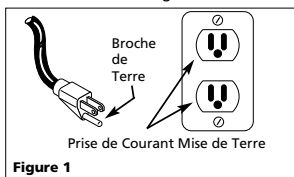

Figure 1
- Ce produit est conçu pour l'utilisation d'un circuit de 120 volts et a une fiche de mise à la terre comme celle indiquée sur la Figure 1. Assurer que le modèle est branché à une prise de courant qui a la même configuration que la fiche. Ce produit doit être mis à la terre. Dans l'événement d'un court-circuit, la mise à la terre diminue le risque de secousse électrique en fournissant un fil d'échappement pour le courant électrique. Ce produit est équipé avec un cordon qui a un fil de terre avec une fiche de terre. Le cordon doit être branché dans une prise de courant qui a été installée et mise à la terre correctement en respectant tous les codes et règlements locaux.